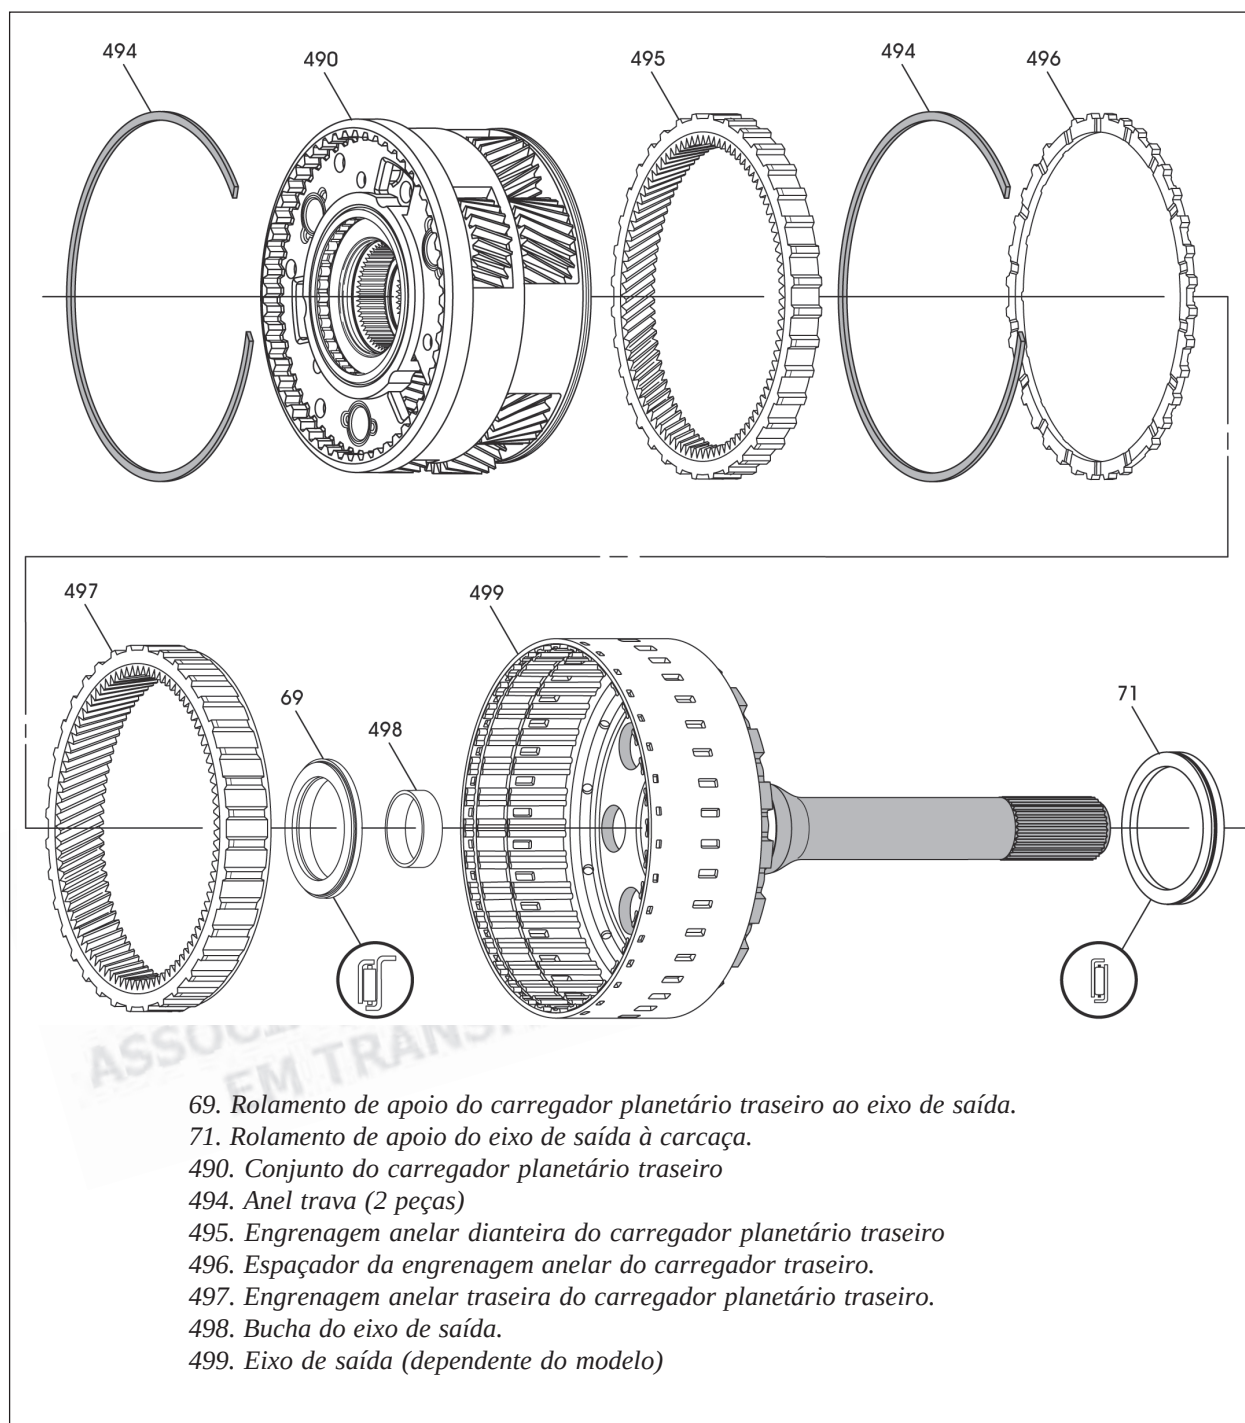

Figura 122
1. Desmonte o eixo de saída utilizando a figura 122 como guia.